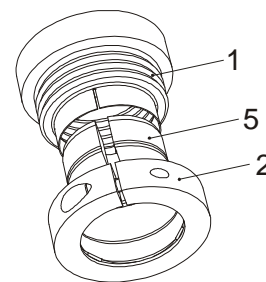

Fig. 3
- Se debe evitar el daño del fuelle metálico (1) antes y durante la instalación.
- El aro de apriete (2) y el muelle (3) deben estar enclavados en el buje de reducción (5) o el buje Fanuc (6).
- Para que el par indicado en la Tabla 2 de la página 2 se transmita con total seguridad, las entallas de los fuelles metálicos (1), el aro de apriete (2) y los bujes (5) deben estar alineadas (ver Fig. 3).
- Colocar el acoplamiento completo cuidadosamente en un eje antes de fijar con el buje de reducción (5).
- Comprobar que el fuelle metálico (1) está en contacto con el aro de apriete (2) y el buje de reducción (5) y que las entallas del fuelle metálico (1), el aro de apriete (2) y los bujes (5) están alineados entre sí (ver Fig. 3).
- Apretar el tornillo (4). Se debe apretar con el par indicado en la Tabla 1.
- Insertar el otro eje en el interior del acoplamiento hasta un total contacto de la superficie del buje (5).
- Sacar el aro de apriete (2) conjuntamente con el cubo Fanuc (6) del acoplamiento.
- Montar el buje Fanuc (6) sobre el eje cónico.
- Insertar el resto del acoplamiento entre el buje Fanuc (6) y el aro de apriete (2) hasta llegar al tope.
- Comprobar que el fuelle metálico (1) está en contacto entre el aro de apriete (2) y el buje (5) y que las entallas del fuelle metálico (1), el aro de apriete (2) y el buje (5) están alineados entre sí (ver Fig. 3).
- Apretar el tornillo (4). Se debe apretar el tornillo con el par indicado (ver Tabla 1).